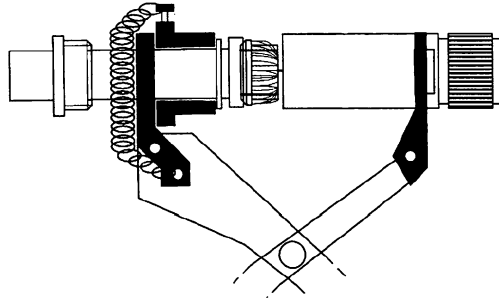

图 1-3-42 用专用组装钳组装插头
(12) 使用钳形电烙铁对插针进行环形持续加热。
(13) 用手缓缓地将插针推入对中孔, 当插针在芯线绝缘体中间时就松开钳形电烙铁, 等待焊锡自然冷却。
(14) 如果焊锡过多就去除多余的焊锡, 焊锡过少就重新焊接。
(15) 焊接完成后用酒精清洁插针。
(16) 确保插针与绝缘体之间无缝隙、端正，再用 HN 插头专用组装钳组装插头，如图 1-3-42 所示。